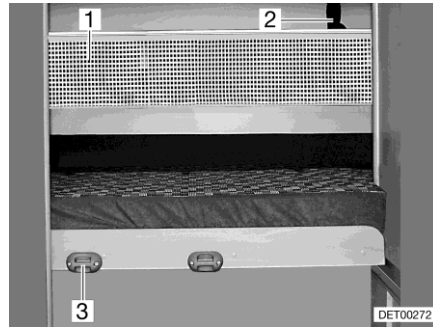

Bild 75 Sicherungsnetz
- Die Aufstiegsleiter mit den Holmen in die Halterung (Bild 75,3) an der Blende einhängen.
Sicherungsnetz Das Sicherungsnetz (Bild 75,1) ist serienmäßig zwischen Matratze und Lattenrost verstaut. Das Sicherungsnetz erst aufspannen, wenn sich die Person bereits im Bett befindet.
- Die Haltebänder (Bild 75,2) in die Halterungen an der Decke einrasten.